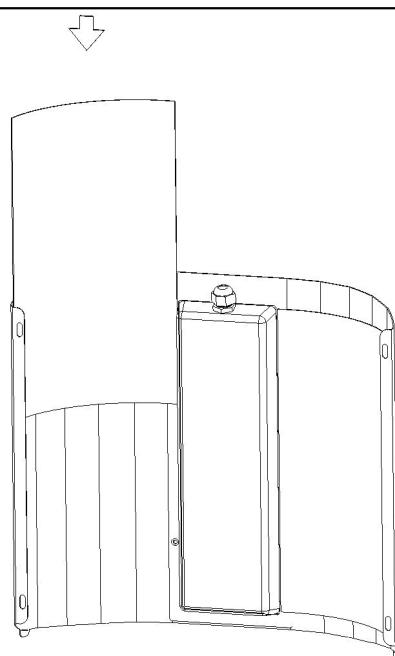

Fig.6
Le due carte collanti devono essere sostituite almeno una volta al mese o più spesso in caso di ambienti pieni d'insetti o particolarmente sporchi (Fig.6 e 8).
- Rimuovete la pellicola protettiva dalla carta collante e infilate quest'ultima nell'apposito alloggiamento flettendola leggermente ed evitando di attaccarla al coperchio delle lampade, come mostrato in Fig. 6.